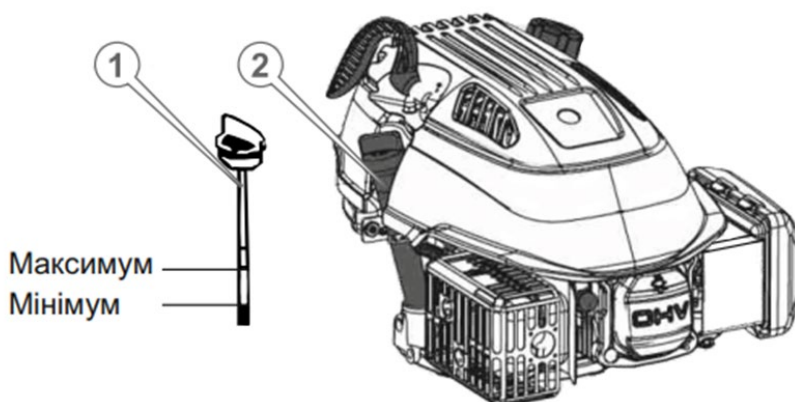

Рисунок 3. Схема заправки та перевірки рівня мастила.
3. Відкрутити кришку-щуп (1, рис. 3) та витягнути її із заливної горловини.